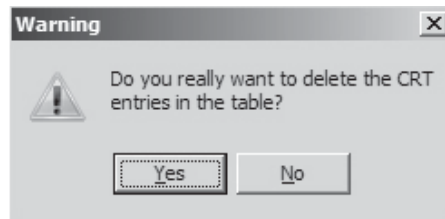

Abb. B.5: Warnung (CRT-Einträge löschen)
- Klicken Sie auf die Schaltfläche Clear Table (siehe Abb. B.4), wenn alle CRT-Einträge in der Tabelle gelöscht werden sollen. Eine Warnung wird angezeigt (siehe Abb. B.5).